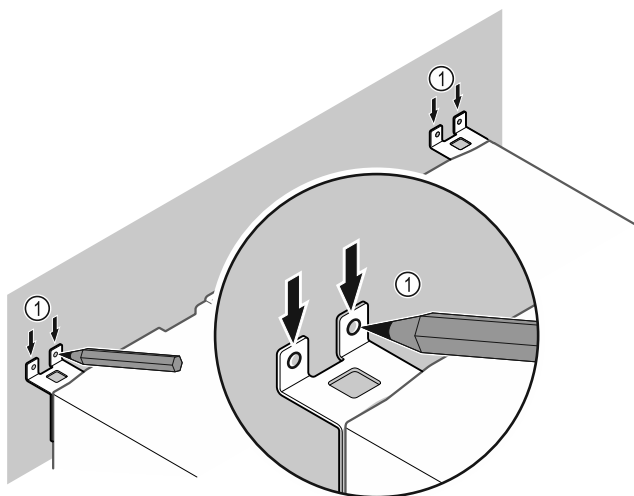

Fig. 11
- Apporre i contrassegni alla parete Fig. 11 (1).